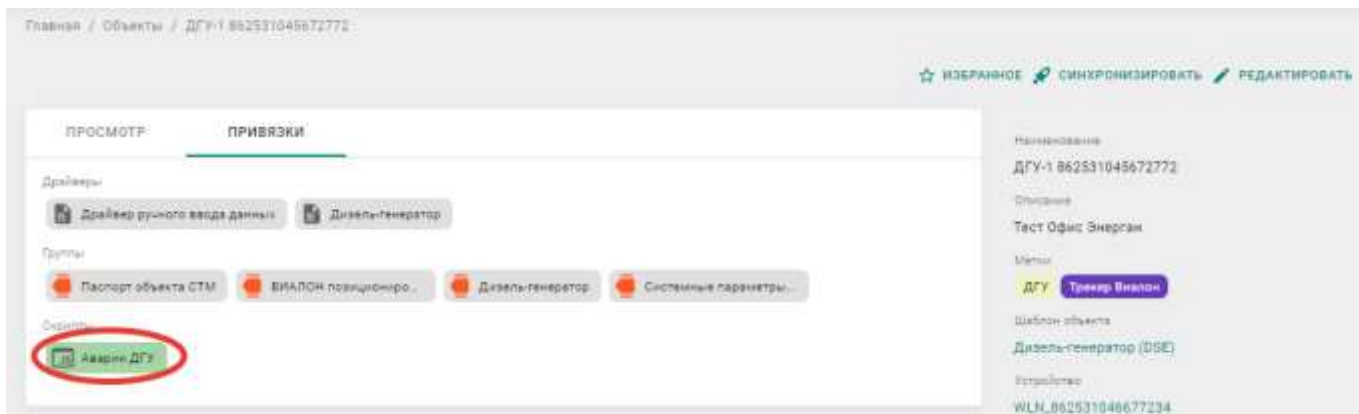

Рисунок 2.9 — Скрипты на странице информации по объекту (свойств)
- В разделе «Объекты» перейти на страницу информации по объекту. На странице информации по объекту перейти на вкладку «Привязки» (см. рисунок 2.9).